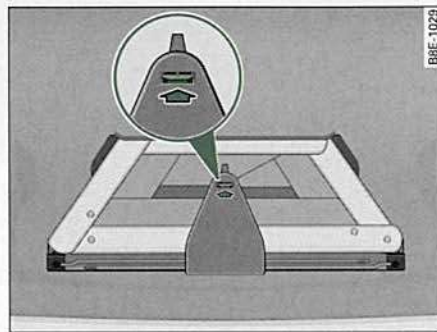

Fig. 225 Triángulo de emergencia en el portón trasero
- Para sacar el triángulo de emergencia hay que presionar el retensor en la dirección de la flecha ⇒ fig. 225 y abatir el soporte.